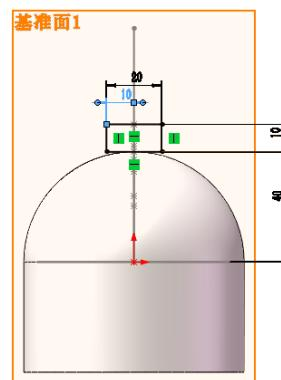

图 6-93 绘制的草图
**20** 绘制草图。在菜单栏中选择“工具”→“草图绘制实体”→“矩形”命令，或者单击“草图”工具栏中的“边角矩形”图标按钮，绘制如图 6-93 所示的草图并标注尺寸。